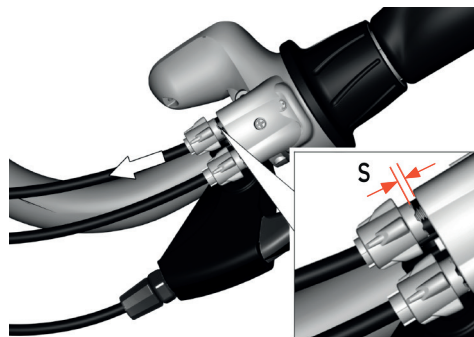

Abbildung 42 : Kontrolle des Kabelspiels
2. Beobachten Sie, ob ein Spiel vorhanden ist (siehe „S“ in Abbildung 42):